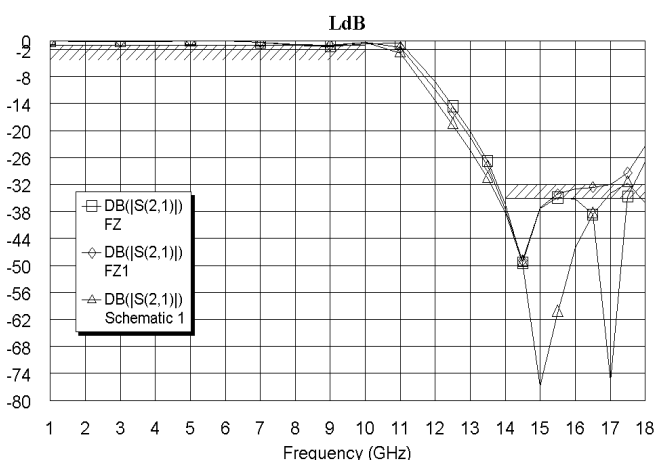

Рис. 1.49
6. Выполните анализ новой структуры. Полученный график показан на рис. 1.49. Полученная характеристика ближе к требуемой, но не удовлетворяет требованию на частоте 18 ГГц.